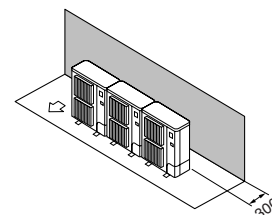

Fig. 2-8
- ① Hindernisse nur auf der Rückseite (Fig. 2-8)